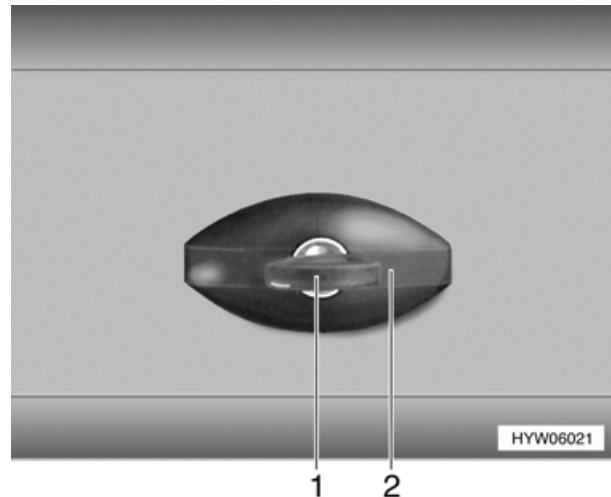

Bild 23 Klappenschloss (Variante 1), verschlossen
- ▷ Bei Regen kann Wasser in das geöffnete Klappenschloss eindringen. Deshalb den Schlossgriff (Bild 23,2) wie auf Bild 23 abgebildet schließen.
- Schlüssel in Schließzylinder (Bild 23,1) stecken und eine viertel Umdrehung entgegen dem Uhrzeigersinn drehen. Schlossgriff (Bild 23,2) schnappt heraus.